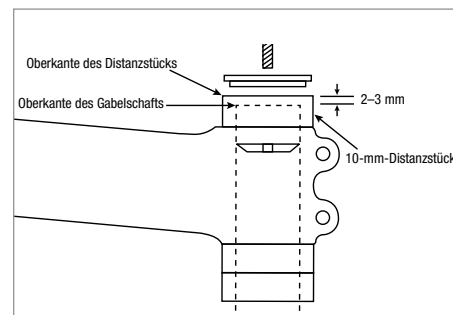

Abbildung 1
4. Verwenden Sie über dem Vorbau immer ein 10-mm-Distanzstück. Die Oberkante des Gabelschafts sollte 2–3 mm unterhalb der Oberkante des 10-mm-Distanzstücks angebracht sein (Abb. 1). Wenn der Gabelschaft einschließlich der gewünschten Distanzstücke zu lang ist, muss er abgeschnitten werden und die Sternmutter oder Gabel-„Kralle“ des Lenkkopfs neu positioniert werden. Wenn der Gabelschaft zu kurz ist, ist die Einspannfläche für eine sichere Vorbaumontage nicht ausreichend. Distanzstücke entfernen, um die oben aufgeführten Abmessungen einzuhalten. Nicht verwenden, wenn den oben aufgeführten Abmessungen nicht entsprochen werden kann.